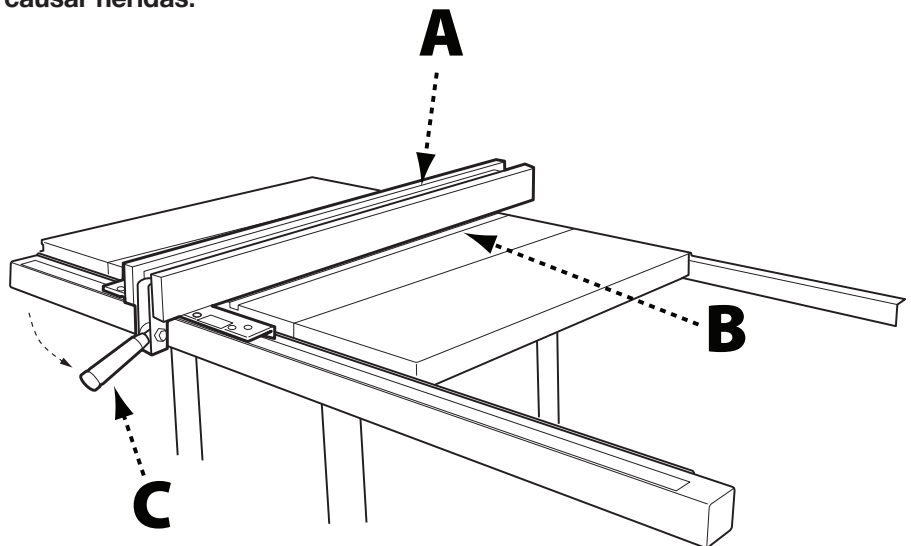

FIGURA 12
1. Mueva la guía (A) (Figura 12) hasta que el límite inferior de la guía esté alineado con el canto de una de las ranuras de la regla de ingletes.
2. Presione la palanca de fijación de la guía (C) hacia abajo para fijar la guía en su sitio. El canto de la guía debería ser paralelo a la ranura de la regla de ingletes.